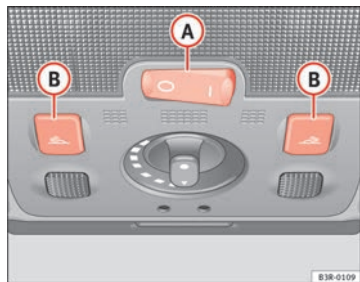

Fig. 93 Detalle del revestimiento del techo: Iluminación delantera del habitáculo
El interruptor basculante (A) ⇒ fig. 93 para el manejo de la luz delantera del habitáculo tiene las siguientes funciones: